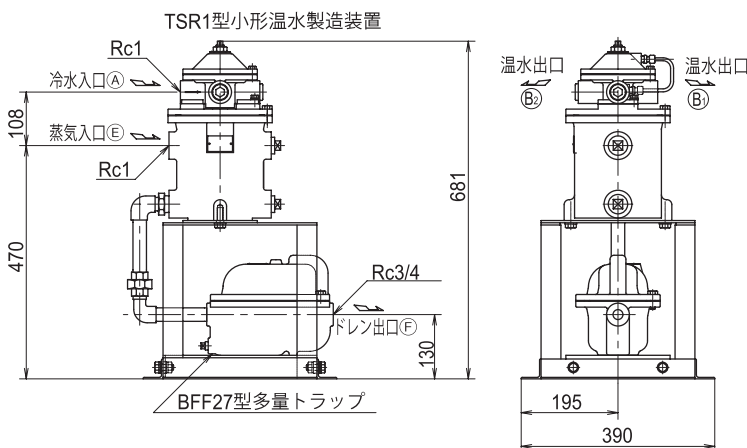
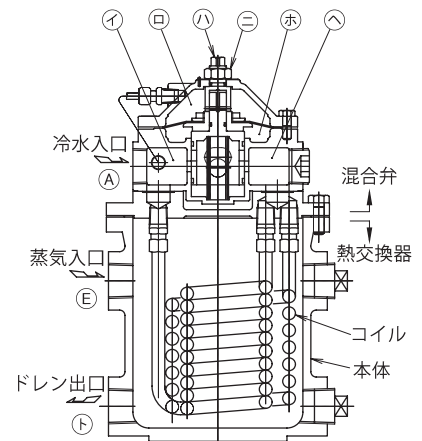

図 2 TSR1型の外観・寸法図
図 3 TSR1型の構造
■ 作動説明 (図2・図3の構造・寸法図も参照)
- (1) 冷水入口(A)から入って来た冷水は①点で二方向に別れ、一方は混合弁のダイヤフラム室上部(②)に接続され、他の一方は熱交換器のコイルを通して熱交換されて高温水となり、混合弁の高温水入口(③)に接続されています。
- (2) 温水が使用されるまで、混合弁はばねによって閉弁してありますが、温水が使用され始めると冷水入口(A)の冷水圧力と温水出口(B) (④⑤) の吐出圧力との差圧を混合弁のダイヤフラム室(②③)で検出し、自動的に弁開度を調整し、冷水と高温水の混合割合を変えて希望する温度の温水を混合弁の温水出口(B) (④⑤) から使用箇所に送ります。
- (3) 一方、蒸気は熱交換器の蒸気入口(E)から本体内に入りコイル内の冷水と熱交換を行い、ドレンとなってドレン出口(F)を通りBFF27型多量トラップの出口(G)から排出されます。
- (4) 設定温度はロックナット(⑥)を1/4回転程度緩めて弁体の上部(H)を高温側又は低温側に回すことにより、容易に上昇又は下降できます。温度設定後はロックナット(⑥)をしっかり締めます。
- (5) 本装置は全く機械的に高温水と冷水の混合量を変える機構のため、冷水温度が大幅に変化しますと装置出口の温水温度も若干変化します。通常は冷水温度の変化は大きくないので、温水温度はほとんど影響を受けないとみて差し支えありません。ただし、夏と冬とでは冷水温度の変化が大きくなりますので、温度設定を変える必要がある場合もあります。